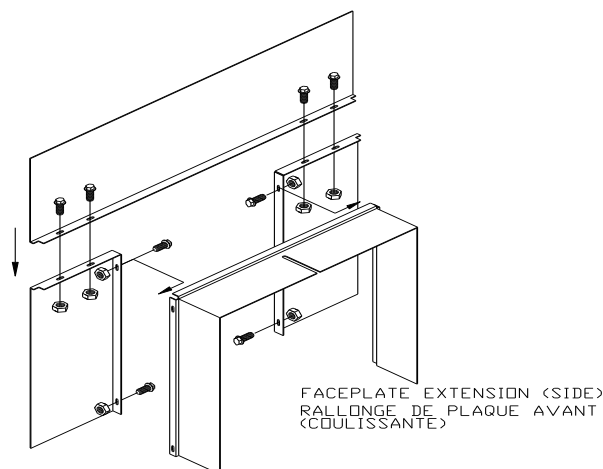

Figure 2.9a
- B. Mettez la plaque avant sur une surface plate et non abrasive, la face vers le bas (voir la **Figure 2.9a**) de façon à ce que les côtés soient plutôt vers le milieu.